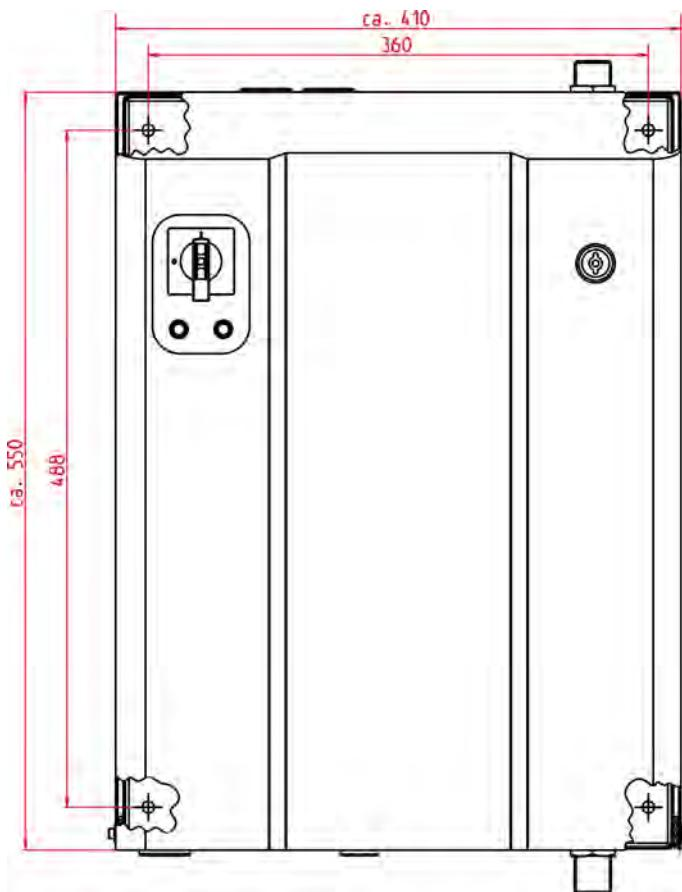

Abb. 3: Wandmontage: Lub-O-Mat Eco
- 2.** ▶ Mit einem Gliedermaßstab die oben angegebenen Abmessungen (Abb. 3) für die Bohrlöcher ausmessen.